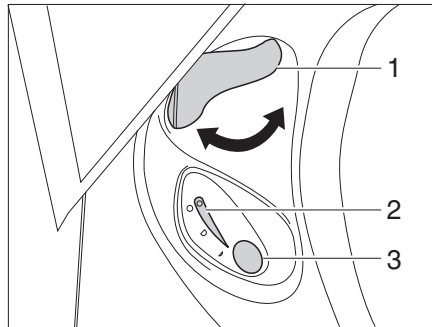

Fig. 245 Unidad de mando inodoro Thetford
- Antes del lavado, abrir la corredera del inodoro Thetford. Para ello, girar la palanca de corredera (Fig. 245,1) en sentido contrario a las agujas del reloj.
- Para lavar, pulsar el botón del inodoro azul (Fig. 245,3).
- Tras el lavado, cerrar la corredera. Para ello, girar la palanca de corredera (Fig. 245,1) en sentido de las agujas del reloj.
La luz de control (Fig. 245,2) se enciende cuando es necesario vaciar el cassette Thetford.
- Girar la palanca de corredera (Fig. 245,1) en sentido de las agujas del reloj. Se cierra la corredera. Para el vaciado **debe** estar cerrada la corredera en el inodoro Thetford.